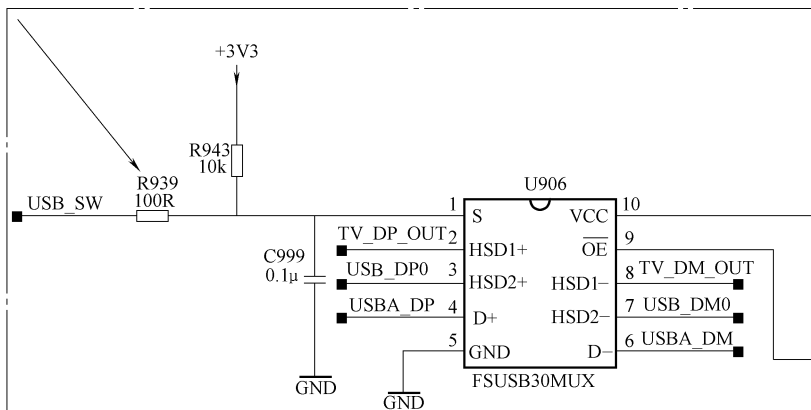

图 5-23 电阻 R939 相关电路截图
- 3) 电阻 R939 相关电路截图如图 5-23 所示。